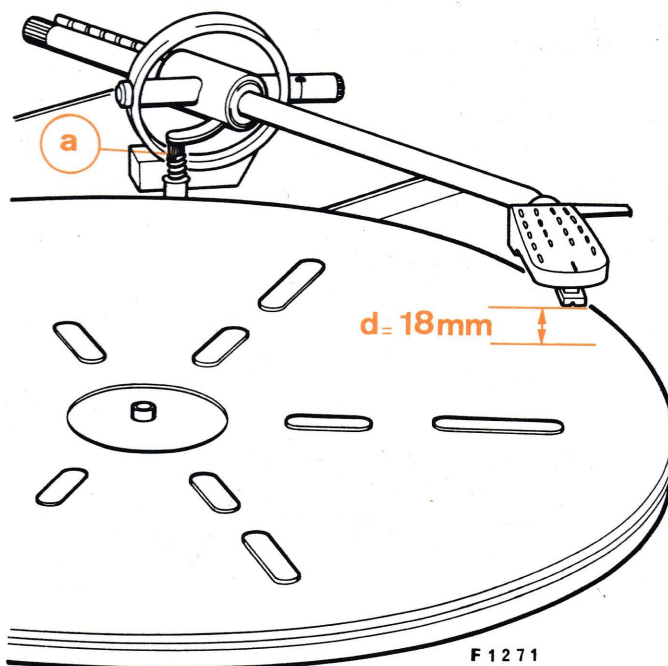

Fig. 5
C – REGLAGE DE LA HAUTEUR DU BRAS DE LECTURE (Fig. 5)
- 5° - Si tel n'est pas le cas, agir sur la vis (a) (Fig. 5) :